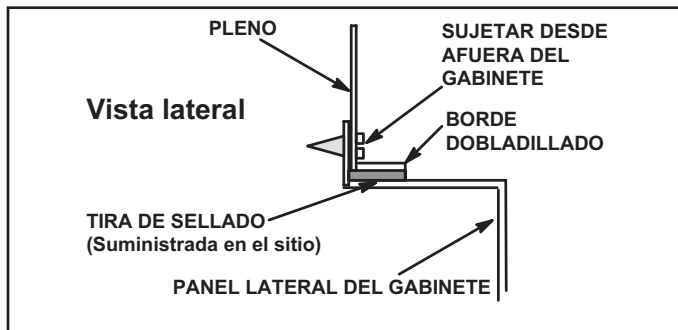

Figura 9
- 1 - El borde inferior del pleno debe bridarse con un borde dobladillo (ver la Figura 9).